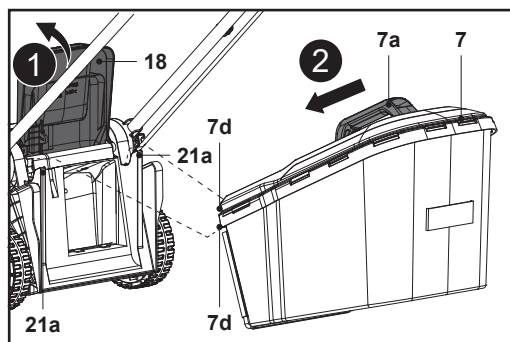

Fig. 7
4. Deschide deflectorul spate (18) și ține-l în poziție (fig. 7, pasul 1).
5. Transportă colectorul de iarbă (7) ținându-l de mânerul de transport (7a).
6. Aliniaza cele două cârlige (7d) ale colectorului cu fantele (21a) și prinde colectorul (7) (fig. 7, pasul 2).
7. Apoi eliberează cu grijă deflectorul spate (18).